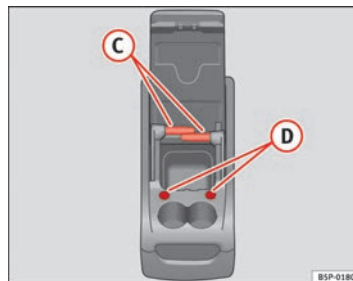

Fig. 112 Rangement mobile. Fonctions
Pour utiliser la tablette (C) ⇒ fig. 112, il faut l'extraire de son logement sur le côté du rangement mobile et la placer dans son logement (D) ⇒ fig. 112 sur la partie frontale du rangement mobile. ►